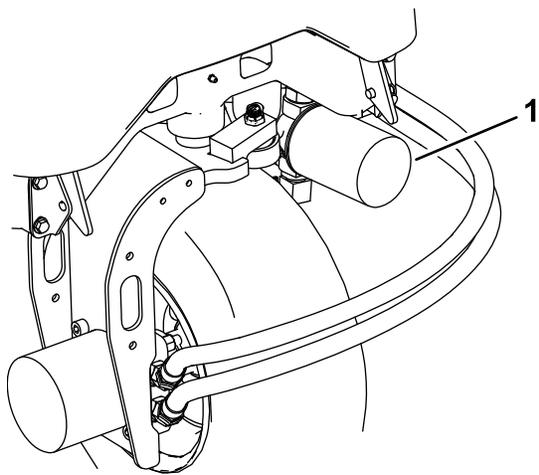
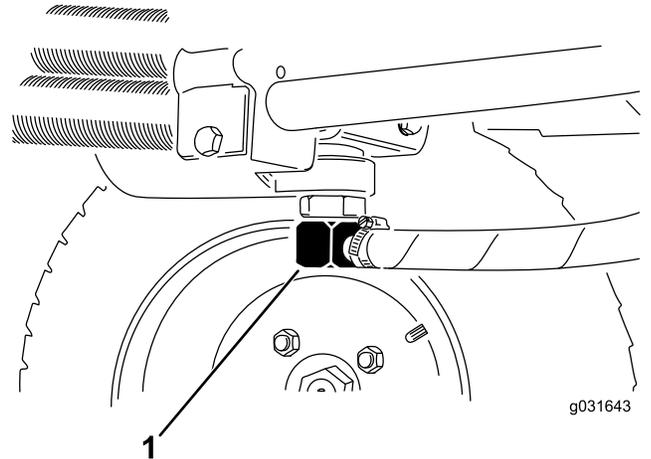

Figura 62
Figura 63
3. Limpie alrededor de la zona de montaje del filtro, coloque un recipiente debajo del filtro y retire el filtro (Figura 62).
2. Desconecte el tubo hidráulico o retire el filtro hidráulico y deje fluir el aceite hidráulico en un recipiente apropiado (Figura 62 y Figura 63).
3. Vuelva a colocar el tubo cuando el aceite hidráulico se haya drenado (Figura 63).